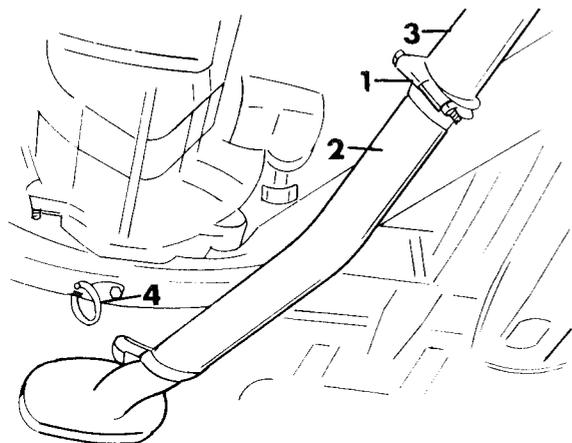
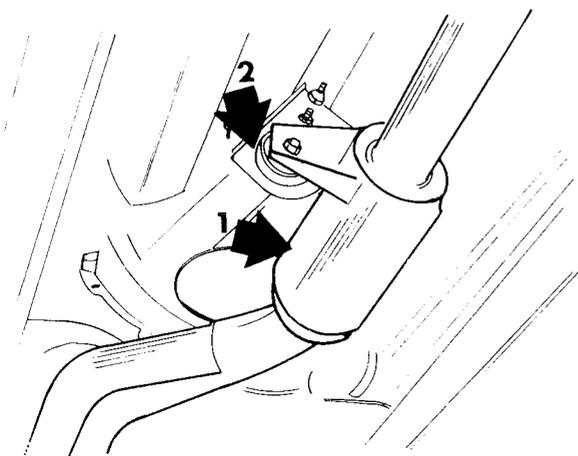

Bild 5
Bild 6
- Unter Bezug auf Bild 5 die Mutter der Klemmschraube (1) lockern und die Schelle von der Befestigungsstelle zurückschlagen.
- Den Gummiaufhängungsring (4) aus dem Blechhaken aushängen und das vordere Auspuffrohr (2) vom hinteren Rohr (3) trennen.
- Dem Verlauf der Auspuffanlage folgen und die Gummiaufhängung (2) in Bild 6 vom Wagen-